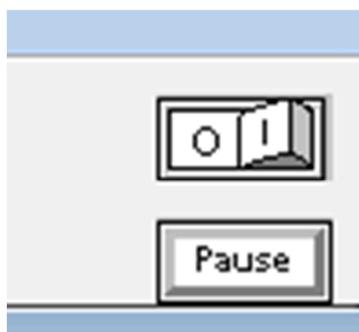

Figure 9
9. Pour arrêter la simulation cliquer sur l'interrupteur en haut à droite (Figure 9).